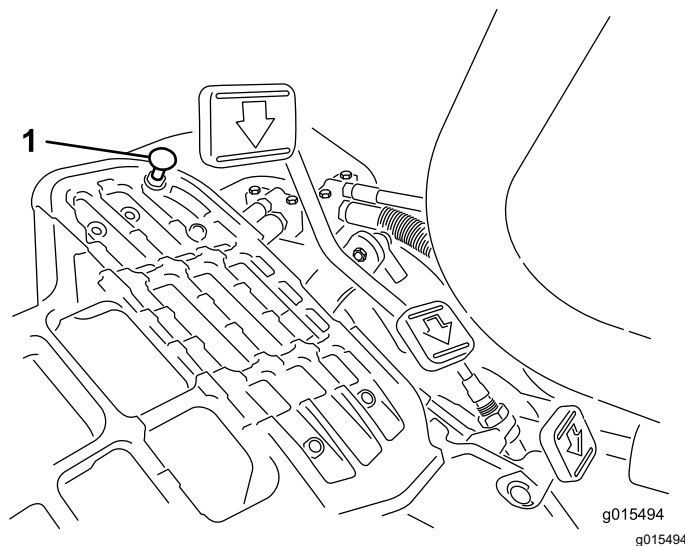

Figura 38
di TRASFERIMENTO e premete il pedale di trazione. Se il pedale tocca il fermo (Figura 38) prima che avvertiate la tensione sul cavo, effettuate la seguente procedura di regolazione:
1. Spostate la leva di comando delle funzioni in posizione di TRASFERIMENTO e allentate il dado di bloccaggio che fissa il fermo del pedale alla piastra di appoggio (Figura 38).